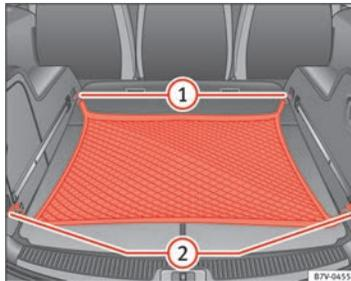

Fig. 100 En el maletero: red para equipaje colgada.
- Enganche la red para equipaje en las argollas de amarre ⇒ fig. 100 ① y ②.